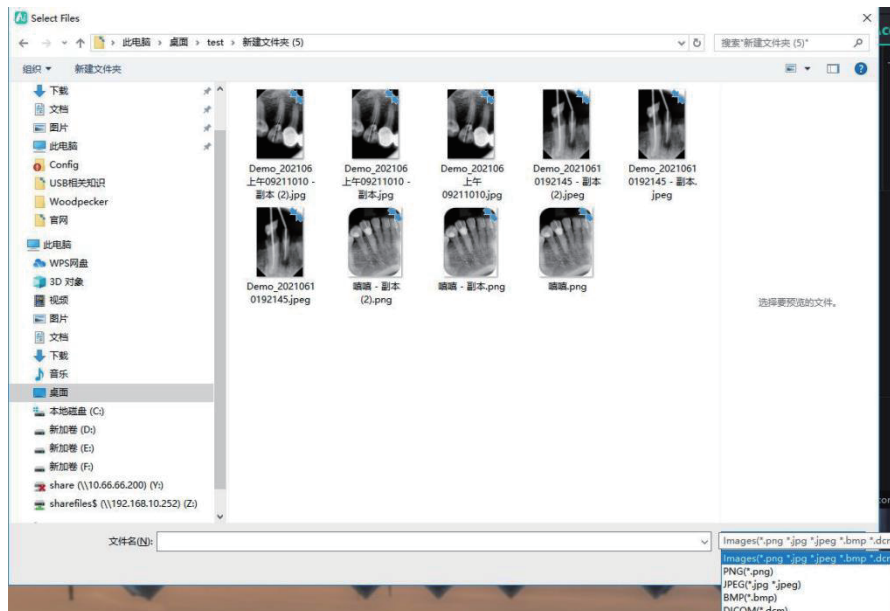
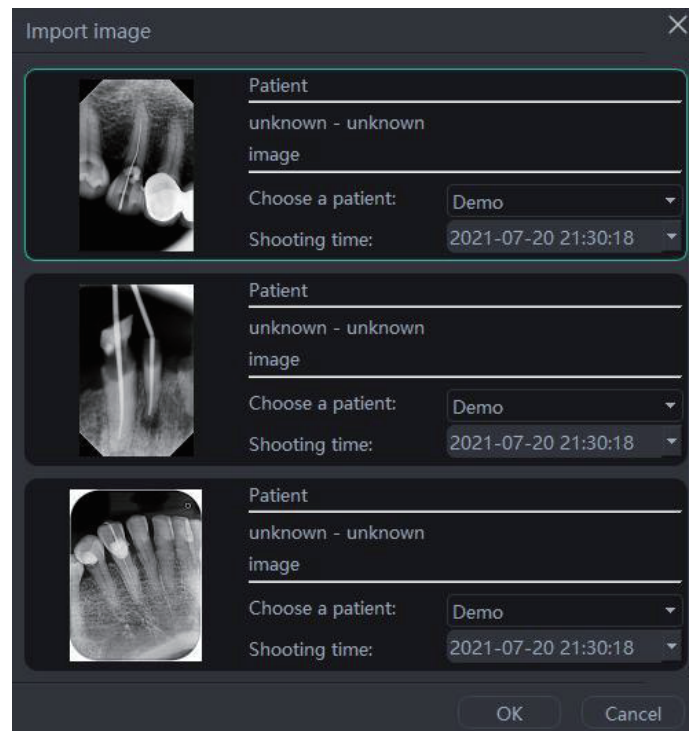

Figure 25
Figure 26
- b) Importation de fichiers. Après avoir entré dans le logiciel, cliquez sur le bouton "Acquisition". Sélectionnez le type de dispositif "Importation de fichiers" et cliquez sur "Importer" pour entrer dans l'interface de sélection des images. Le logiciel prend en charge l'importation d'images aux formats PNG, JPG, JPEG, BMP, DCM et autres, comme le montre la Figure 25. Après avoir sélectionné l'image, cliquez sur "OK" pour accéder à l'interface "Importer l'image", comme le montre la Figure 26. Vous pouvez sélectionner le patient cible et le temps de prise de vue pour chaque image, puis cliquer sur "OK" pour enregistrer l'image sur le patient spécifié.